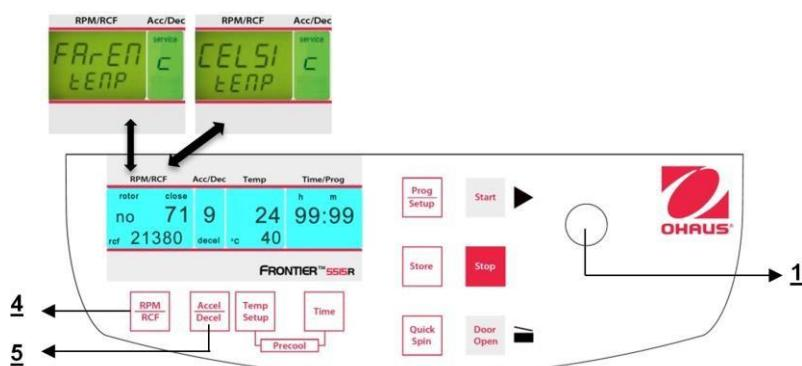

Figura 34
Proceda como se describe en el punto 4.1.1 para ingresar en este modo de programa y luego presione el botón "Accel/Decel" (5). En la pantalla "Acc/Dec" (A-2) aparece la palabra "Service". Ahora seleccione la letra "C" con la perilla de ajuste (1). Como resultado, en la pantalla "RPM | RCF" (A-1) aparecen las palabras "CELSI/temp". Si presiona el botón "RPM | RCF" (4), la palabra "CELSI" destella y puede cambiar la pantalla a Fahrenheit "FAREN" con la perilla de ajuste (1) (vea la Figura 34).